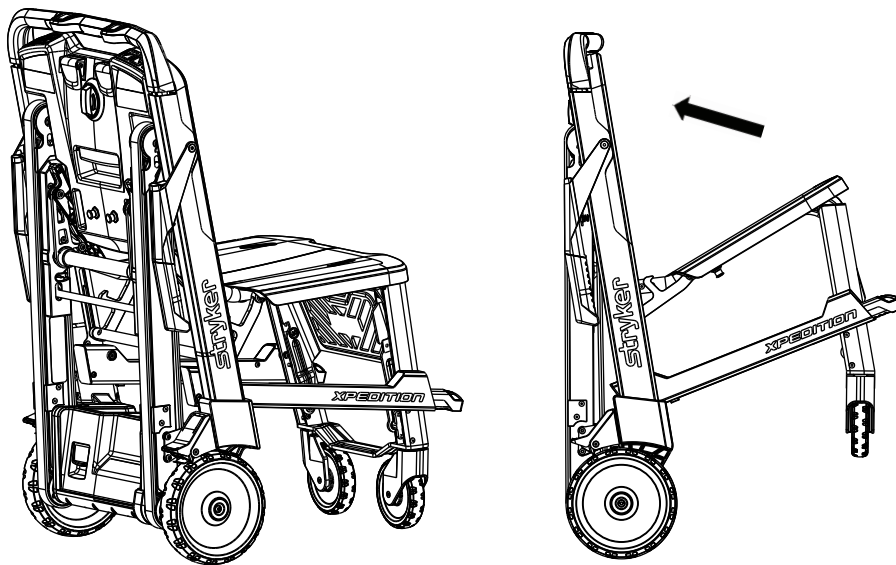

Рисунок 9 – Складывание кресла
3. Сложите сиденье вверх по направлению к спинке (Рисунок 9).